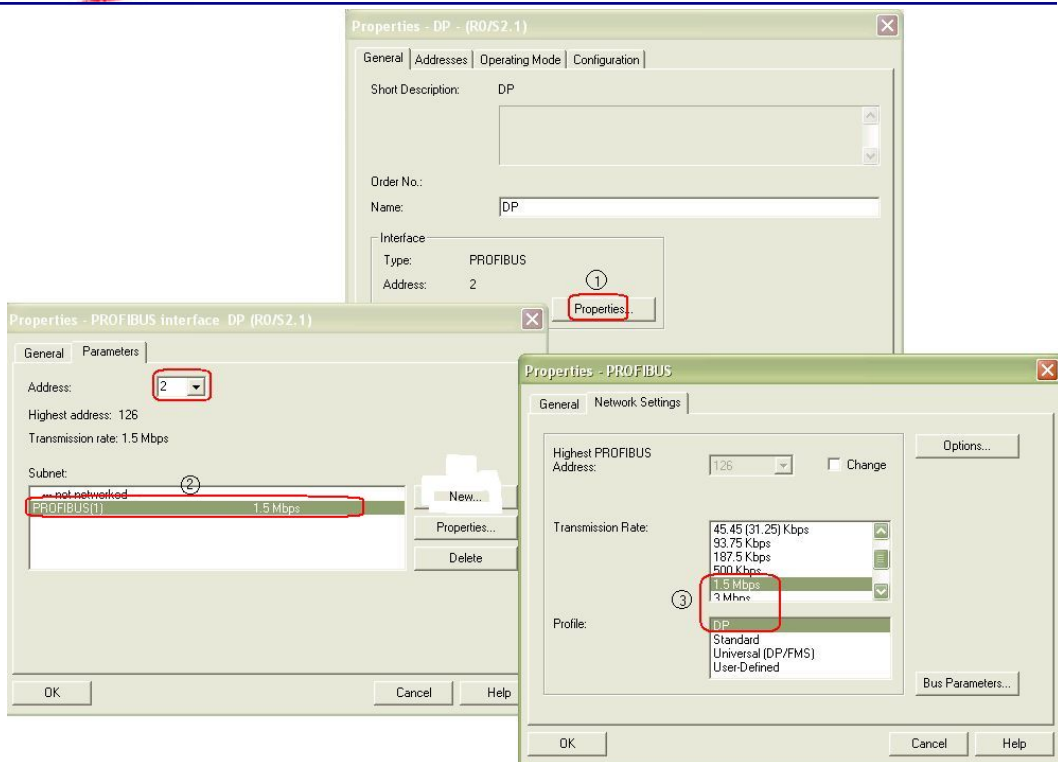

图 8 主站 DP 接口参数设置
- 完成从站组态后，就可以对主站进行组态，基本过程与从站相同。在完成基本 硬件组态后对 DP 接口参数进行设置，如图 8。本例中地址设为 2，并选择与从站相同的 PROFIBUS 网络（PROFIBUS1）。波特率以及行规与从站应设置相同。（1.5Mbit/s；DP）。